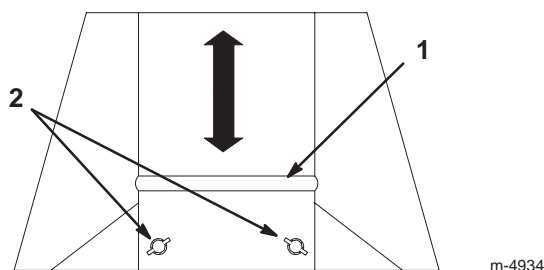

Figure 7
2. Desserrez les 2 écrous sur la plaque de condition de tonte ; relevez la plaque si l'herbe est courte et sèche ou abaissez-la si l'herbe est longue et humide (Fig. 7).